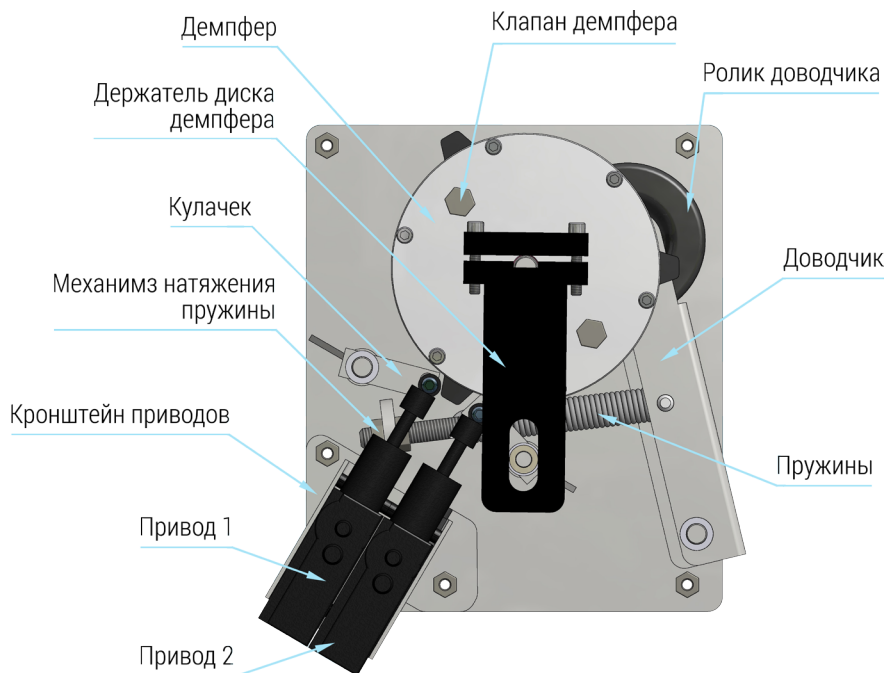

Рисунок 26 – Расположение узлов механизма турникета.
- 1 Ослабив винты 1 и 2, снимите держатель диска демпфера (рис. 26).
- 1 Ослабив винты 1 и 2, снимите держатель диска демпфера (рис.26).